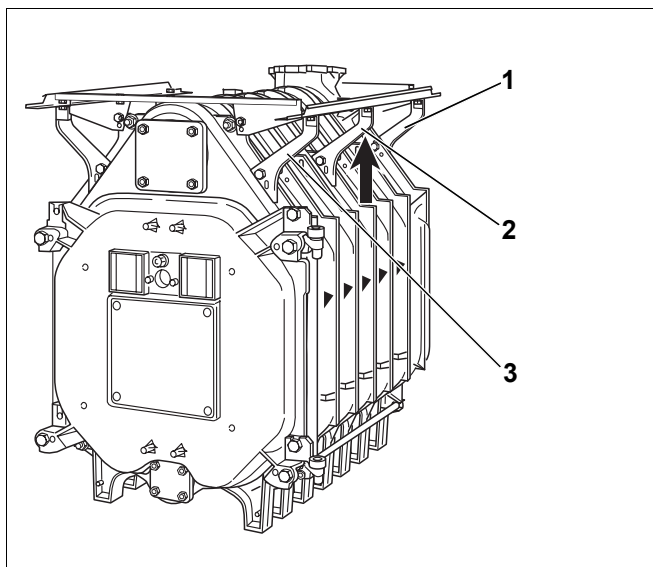

Fig. 40 Allineamento delle guide longitudinali
- Allineare le guide longitudinali e avvitare saldamente i supporti all'elemento anteriore o posteriore (fig. 40, [1] e [3]).
- Spingere i supporti intermedi (fig. 40, [2]) dal basso sulle guide longitudinali e avvitarli saldamente al blocco caldaia.